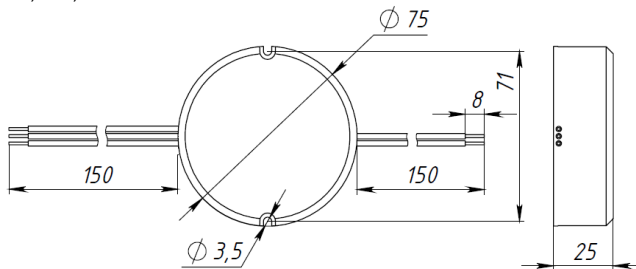

Рисунок 1. Размеры БАП ЕМ1.
5.1. Установите БАП по месту, используя монтажные отверстия (см. рисунок 1).